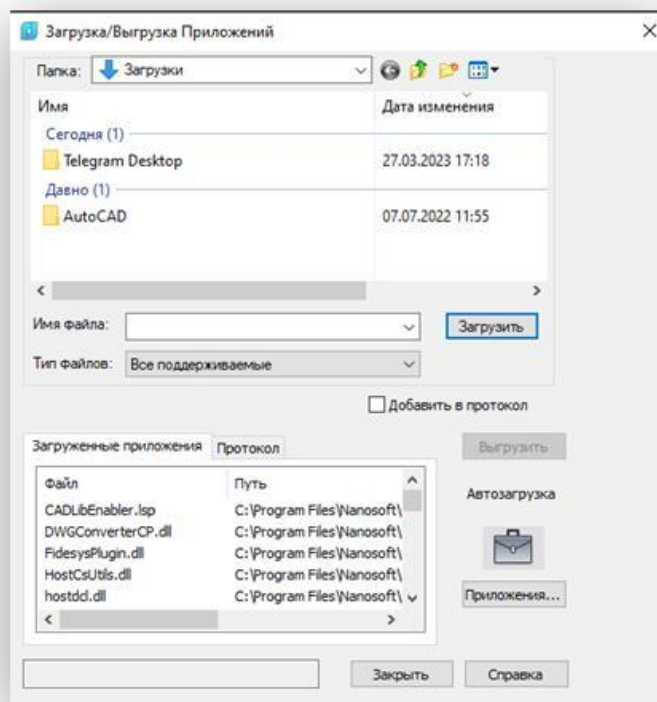

Рис. 3.4. Окно подключения сторонних модулей **nanoCAD**
3.4. В окне (рис. 3.4.) укажите кнопку «**Приложения**»